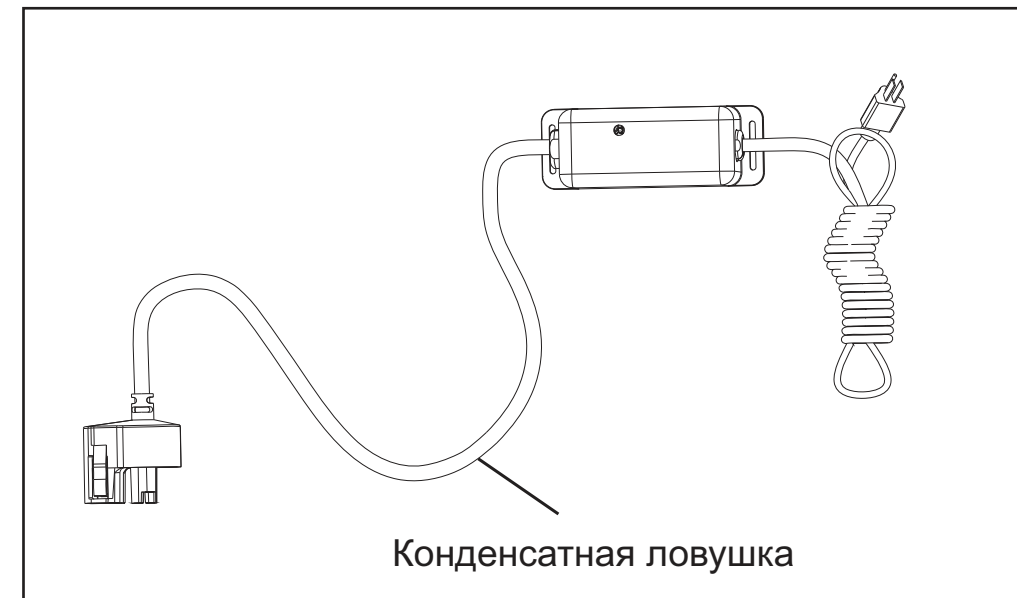

Рисунок 4 Конденсатная ловушка
- 15. Контроллер следует установить над УФ-камерой или рядом с ней. Всегда устанавливайте контроллер в горизонтальном положении для предотвращения стекания влаги по шнурам, что может привести к угрозе возгорания. Настоятельно рекомендуется установить конденсатные ловушки на все шнуры, присоединенные к контроллеру. См. Рисунок 4.
4. Установите контроллер в горизонтальном положении на стену рядом с камерой. В идеальном случае контроллер располагают над камерой и в стороне от подключения к водопроводу во избежание потенциального попадания воды на контроллер за счет протечки по месту подключения или образования конденсата в системе. Убедитесь, что вы сделали на УФ-лампе, датчике УФ-излучения и шнуре питания запас для конденсатной ловушки, как показано на Рисунок 4, чтобы избежать попадания воды в контроллер.